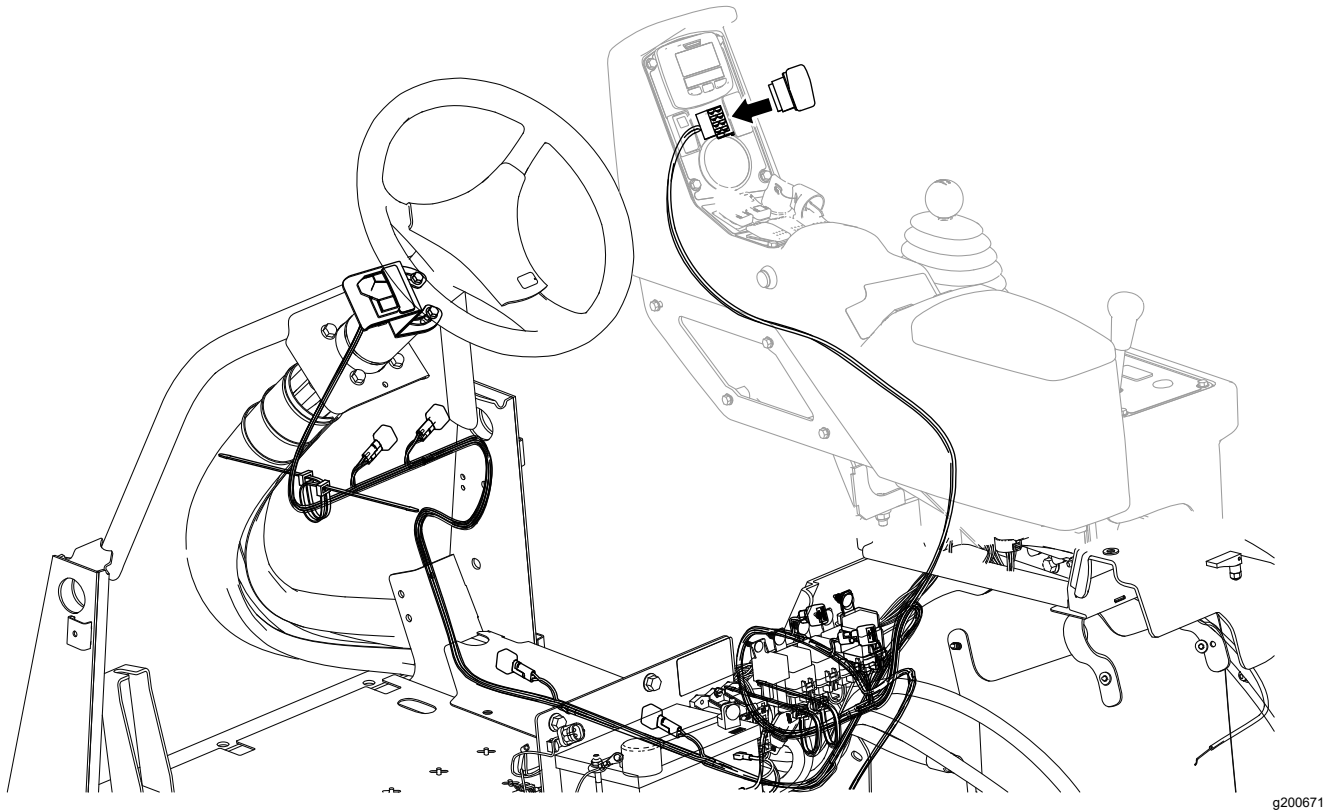

Figure 8
4. Faites passer le faisceau de câblage le long du faisceau de la machine et faites-le remonter jusqu'au panneau de commande (Figure 8).
5. Branchez l'interrupteur à bascule au faisceau de câblage (Figure 8).
Interrupteur marche/arrêt du traceur – active le compresseur, ce qui génère un flux de mousse vers les deux segments de rampe simultanément (Figure 8).